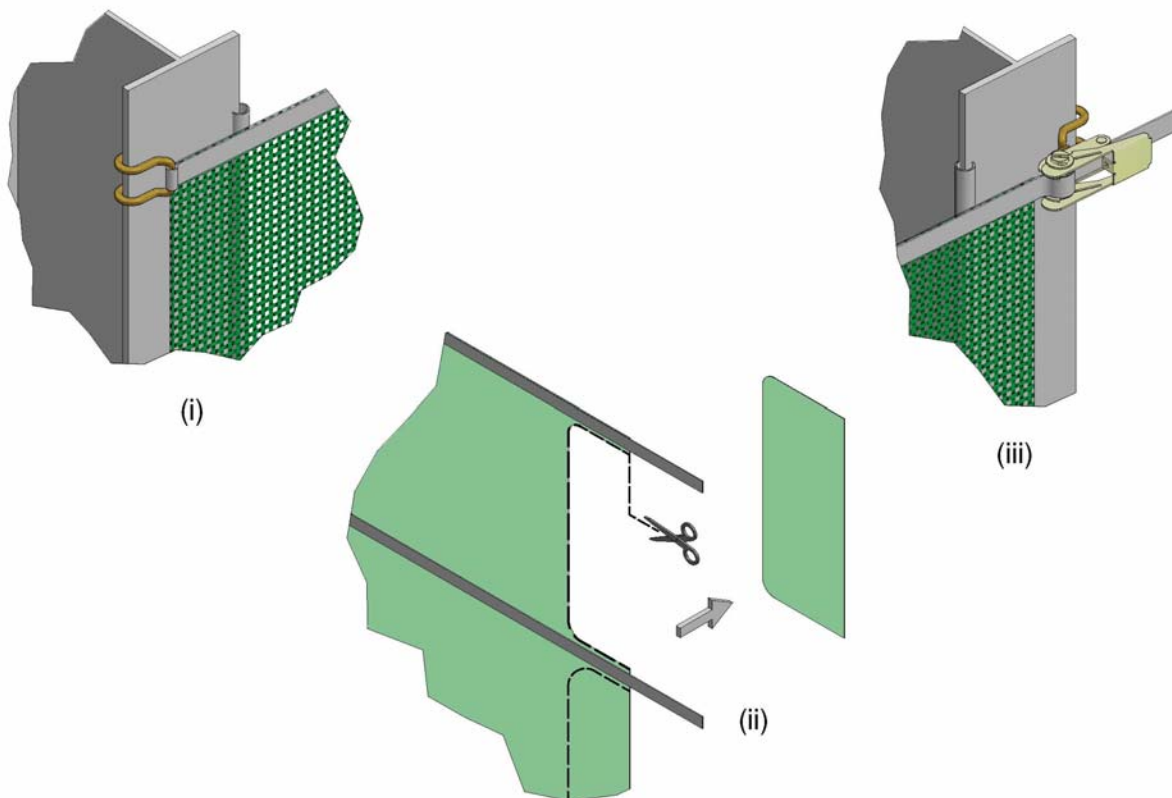
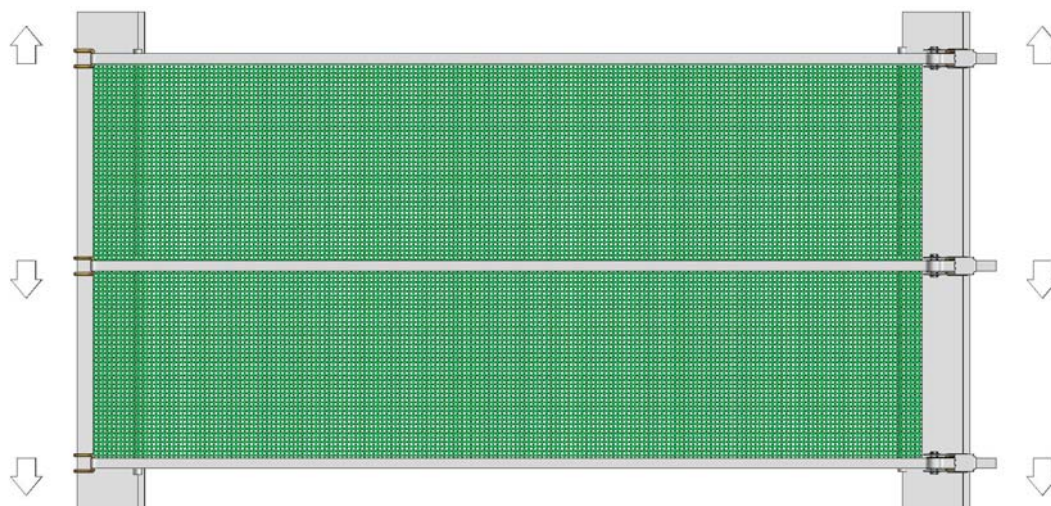

Abbildung 5: Anpassung des Netzsegments
Abbildung 7: Spannen des Netzmaterials
3. Bringen Sie die einfachen Haken (C1 oder C2) an dem Netzsegment an (A1) und befestigen Sie die Haken dann am linken Doppel-T-Träger; Abbildung 5(i).
5. Kürzen Sie ggf. das Netzsegment auf die erforderliche Länge. Am besten verwenden Sie dafür eine scharfe Schere oder ein scharfes Messer mit geradem Rand. Entfernen Sie das Netz auf jeder Seite des Gewebegurts, sodass alle Ecken abgerundet sind. Entfernen Sie immer den gesamten Netzüberschuss. Schneiden Sie das Netz an jeder Seite des Gewebegurts nicht so, dass überstehendes Gewebe lose absteht; Abbildung 5(ii).
7. Bringen Sie die Ratscheneinheit am gegenüberliegenden Doppel-T-Träger in Position. Führen Sie das Oberband durch die Ratsche, aber spannen Sie das Netzmaterial jetzt noch nicht vollständig; Abbildung 5(iii). Wiederholen Sie dies für alle verbleibenden Ratschen/Bänder. Drücken Sie alle Ratschen und Haken voneinander weg, um eine gute Spannung an den vertikalen Kanten des Bayscreens zu erhalten (Abbildung 7).